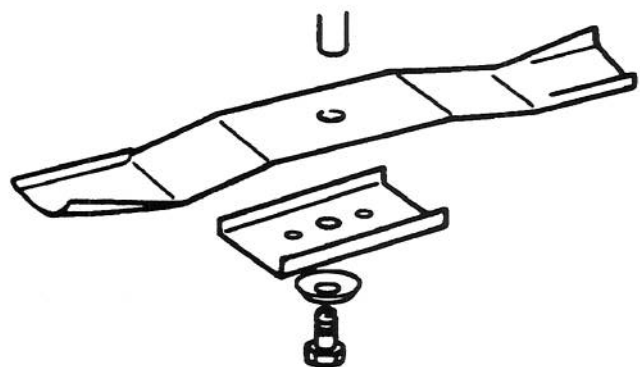

Figure 35
3. Déposer le boulon (à l'aide d'une clé de 5/8"), la rondelle incurvée, la pièce de retenue et la lame (Fig. 35). Une cale en bois peut être insérée entre la tondeuse et la lame pour immobiliser cette dernière lorsque le boulon est déposé.
1. Poser la lame, la pièce de retenue, la rondelle incurvée (côté concave vers la lame) et le boulon (Fig. 35).